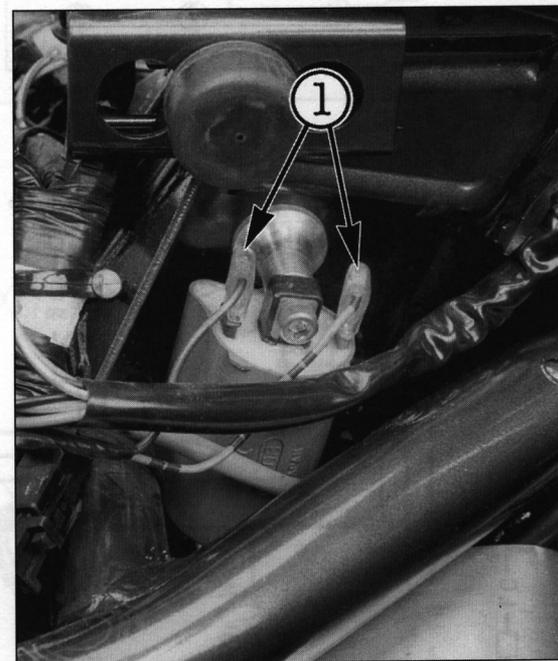

Bild 120
- Befestigungsschrauben «A» Bild 120 ausdrehen und Kabelhalter «B» abnehmen. Stator «D» nach Ausdrehen der Innensechskantschrauben «C» abnehmen. Befestigungsschrauben «E» ausdrehen und Pickup ausbauen.